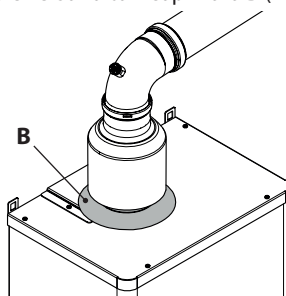

Figura 9.2
- Spingere verso l'alto il copri foro B (Figura 9.2).